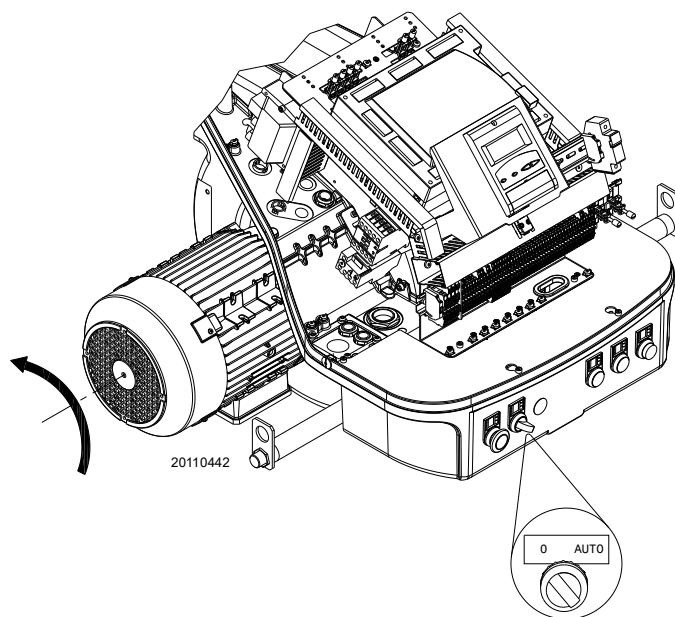

Fig. 26
Fermer les thermostats/pressostats et mettre l'interrupteur de la Fig. 26 sur « **AUTO** ».
En cas de signalisation de tension, arrêter **immédiatement** le brûleur et contrôler les branchements électriques. Quand le brûleur démarre, vérifier la direction de la rotation du moteur, comme indiqué sur la Fig. 26.
- mettre l'interrupteur de la Fig. 26 sur « **0** » et attendre que la boîte de contrôle réalise la phase d'extinction ;
- en retirant le capot et en agissant sur l'interrupteur « **0-AUTO** » de Fig. 26 à la page 29 ;